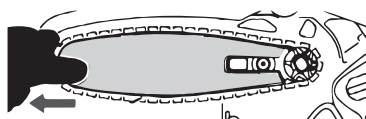

Рисунок 4
- в) Установите шину с цепью на ведущую звездочку (рисунок 4).